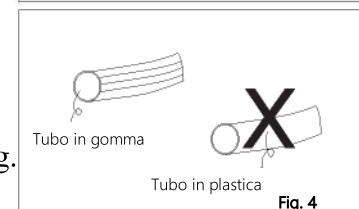

Fig. 4
- Utilizzare solo tubo in gomma, appostio per fornelli a gas. L'uso di un tubo in plastica può essere pericoloso (Fig. 4).